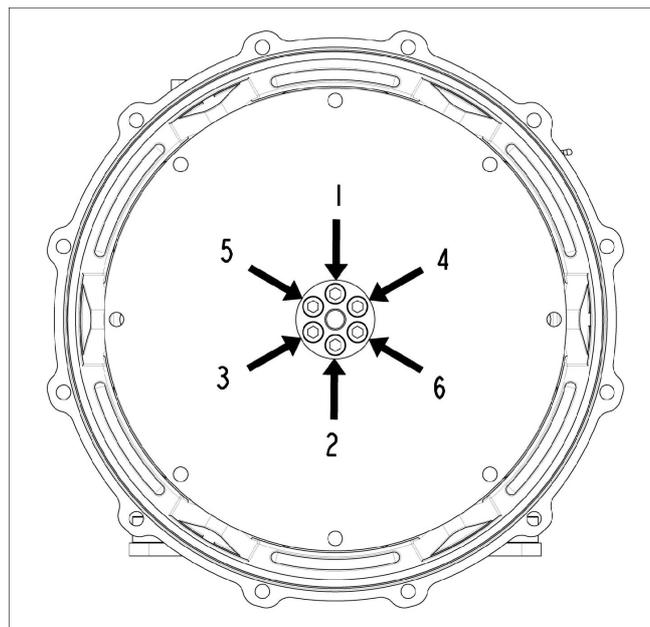

ABBILDUNG 21. REIHENFOLGE DER BEFESTIGUNG AN NABE
4. Gegebenenfalls die Schrauben der Kupplungsscheibe in der Reihenfolge anziehen wie dargestellt in Abbildung 21 auf Seite 41 . Angaben zum Anzugsmoment siehe Kapitel 9 auf Seite 67.